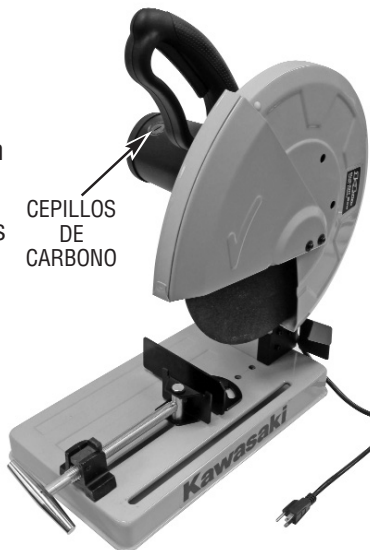

FIGURA 8. REEMPLAZAR DE LOS CEPILLOS DE CARBONO
9. Tras completar el corte, apague la sierra cercenante soltando el interruptor de gatillo. Ello permitirá además regresar el botón de seguridad a su posición de apagado. Consulte la Figura 8.